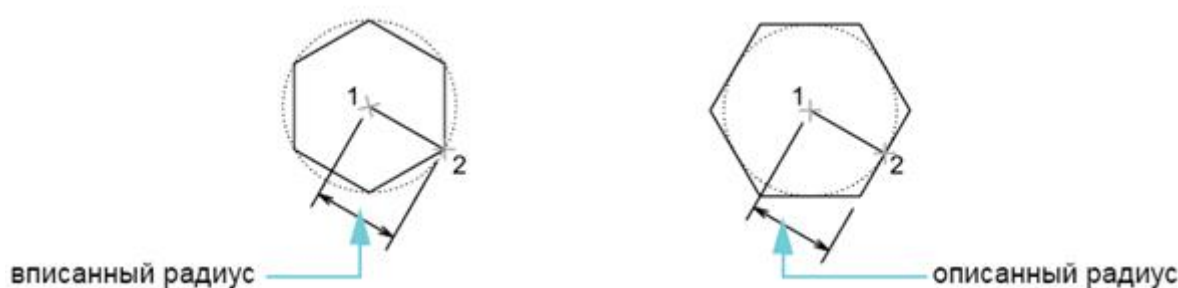

Рисунок 32. Построение многоугольника
- 4. Укажите параметр "Вписанный" или "Описанный". Это определяет способ измерения указанного расстояния (см. рис. 32).